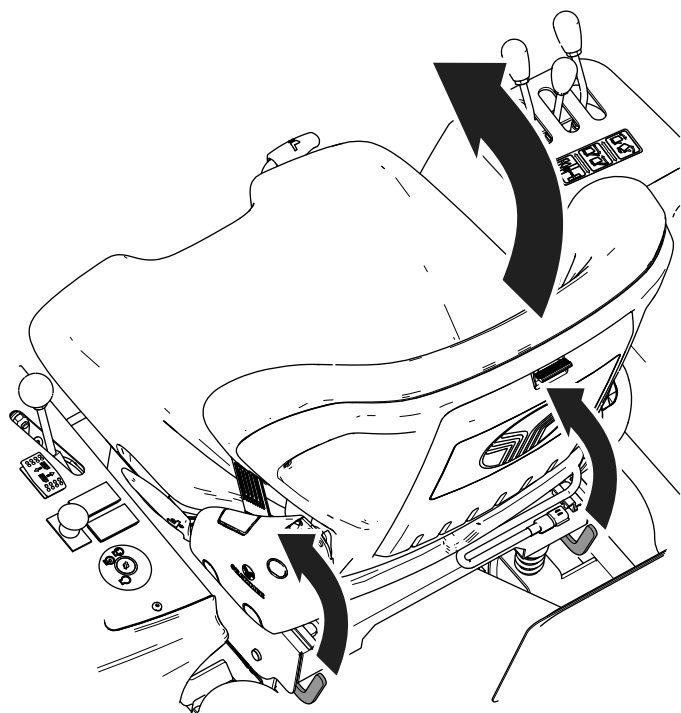

Figure 21
5. Basculez le siège en avant (Figure 21).
4. Basculez le siège en avant (Figure 21).
Levez le levier d'inclinaison du siège (Figure 21) et inclinez le siège en avant.